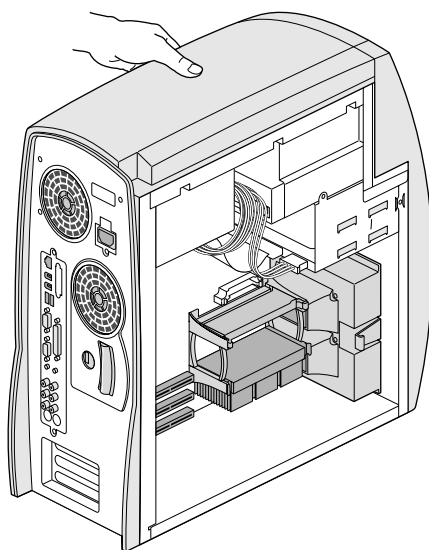

Figura 3-3 Immobilizzazione della workstation con una mano
6. Appoggiare una mano sulla workstation in modo da immobilizzarla durante l'installazione dei moduli DIMM, come illustrato nella Figura 3-3.